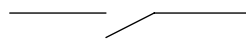

図 2
- (10) 図 2 に示す図記号は、リレー（一般）の a 接点を示す。(ト)